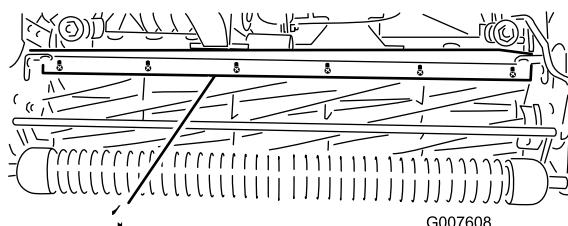

Figura 46
- Afloje los tornillos que fijan la barra superior (Figura 46) a la unidad de corte.